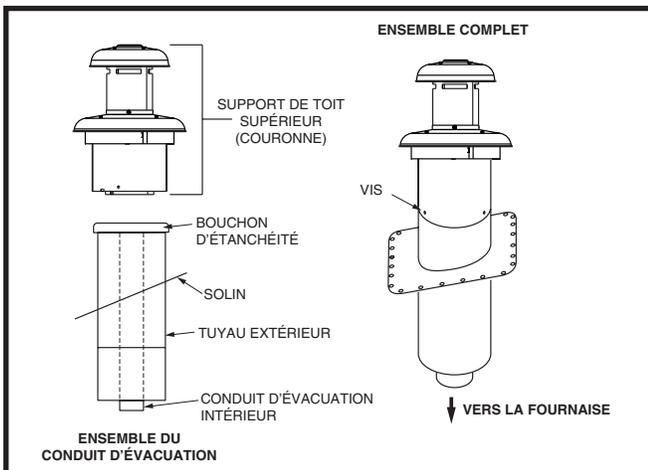

Figure 23. Couronne de support de toit
1. Le bouchon d'étanchéité de transit doit être retiré et une couronne supérieure de support de toit doit être installée. **Ne jetez pas les vis.** Voyez la Figure 23.